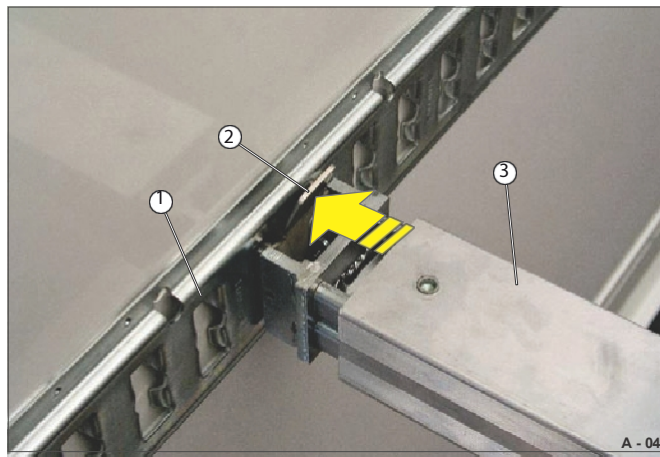

Fig. 41 Sette inn den teleskopiske låsebjelken
- Sett låsebjelken (Fig. 41/3) med den stive siden inn i sporet på kombinasjonen anker/surreskinne (Fig. 41/1) med den stive siden.
- Trykk inn låsepinnen (fig. 41/2) og hold den på plass.